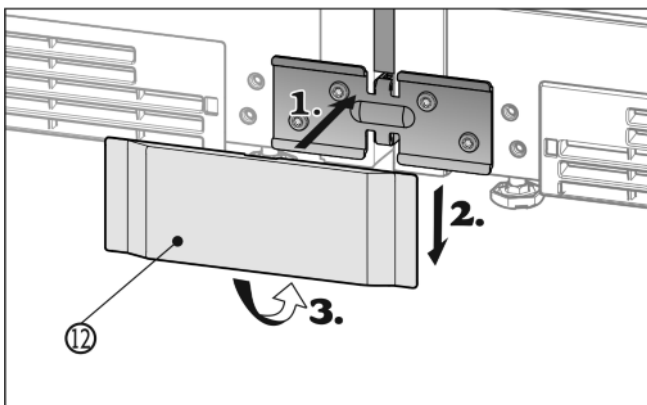

Fig. 16
- ▶ Poser le cache Fig. 16 (12) inférieur de devant sur l'équerre de fixation (1), exercer une pression vers le bas (2) et encliqueter en bas (3).